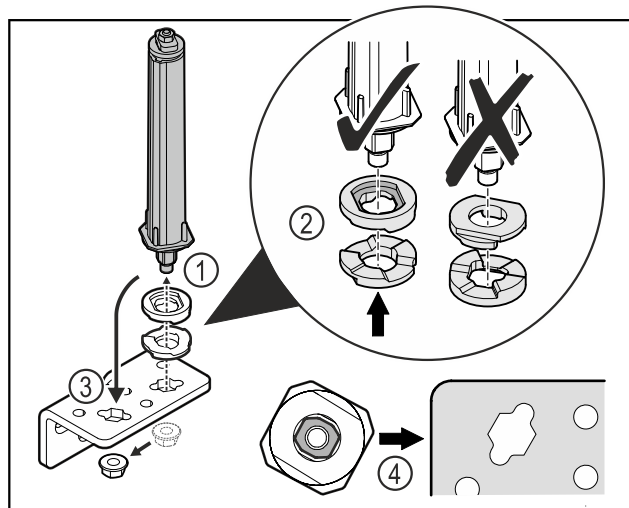

Fig. 40
- ▶ Desserrer l'écrou et retirer le système de fermeture de porte Fig. 40 (1).
- ▶ Veiller à ce que les rondelles de réglage de la hauteur soient correctement orientées Fig. 40 (2).
- ▶ Mettre le système de fermeture de la porte dans l'autre trou de l'équerre de charnière et le fixer avec l'écrou Fig. 40 (3).
- ▶ Lors de la mise en place, veiller à bien orienter le système de fermeture de porte Fig. 40 (4).